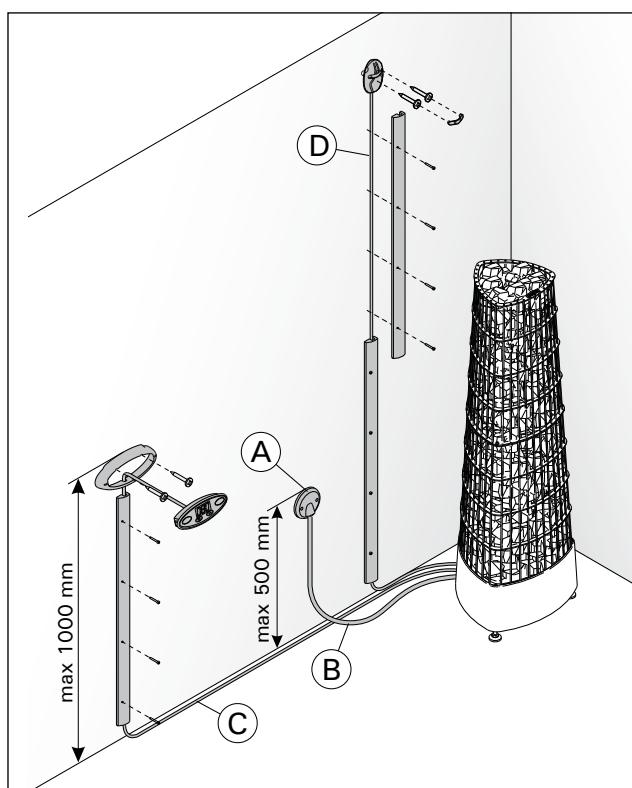

Рисунок 6. Кабели
- Каменка гибким проводом подсоединяется к соединительной коробке (рис. 6: А) в стене сауны. Соединительная коробка должна быть брызгозащищенной и находиться на расстоянии не более 500 мм от пола.
- В качестве кабеля (рис. 6: В) следует использовать резиновый кабель типа HO7RN-F или подобный.
Закрепите панель управления следующим образом (см. рис. 6):